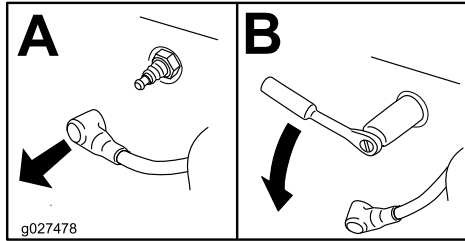

Bild 48
3. Nehmen Sie die Zündkerze heraus (Bild 48).